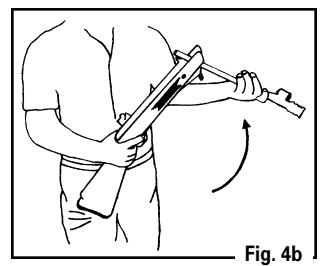

Fig. 4b
- Ahora está cargado y listo para disparar apretando el gatillo (Fig. 4b).